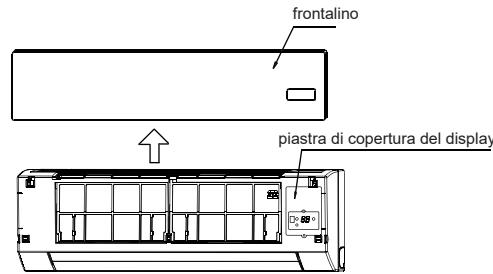

Fig. 7-1
- Estrarre il frontalino, quindi smontare il coperchio del display (fare riferimento alla Fig 7-1)